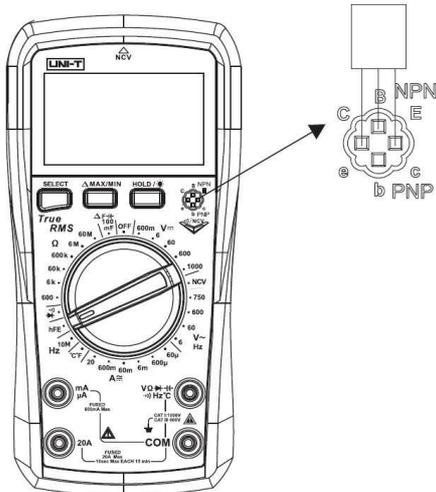

Рисунок 5 6. Измерение емкости (Рисунок 6)
5. Измерение hFE транзисторов (Рисунок 5)